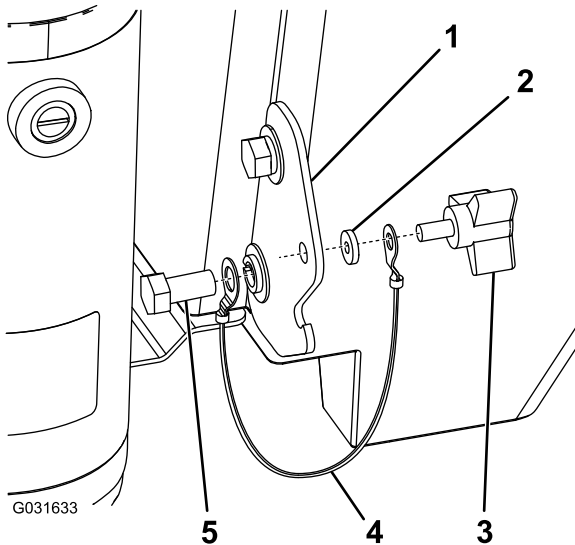

Bild 9
1. Befestigen Sie die Halteleine an der unteren Schraube an jedem Füllkastenriegel (Bild 9).
2. Befestigen Sie das offene Ende der Halteleine mit einer Gummischeibe an der Daumenschraube (Bild 9).